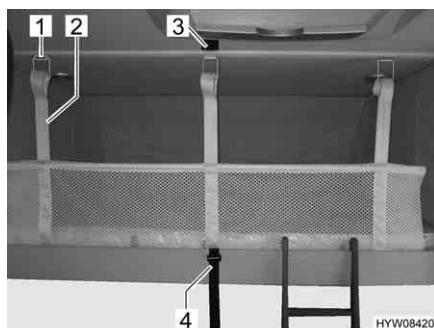

Fig. 102 Letto basculante con rete protettiva montata
- Staccare la cintura di ritegno (Fig. 102,4).
- Staccare le cinture di ritegno (Fig. 102,2) e sistemare la rete protettiva sotto il materasso.
- Assicurare il letto basculante al soffitto (Fig. 102,3) mediante la cintura di ritegno (Fig. 102,4).
Fissaggio:	<ul style="list-style-type: none"> ■ Agganciare le cinture di ritegno (Fig. 102,2) ai ganci (Fig. 102,1) del soffitto.